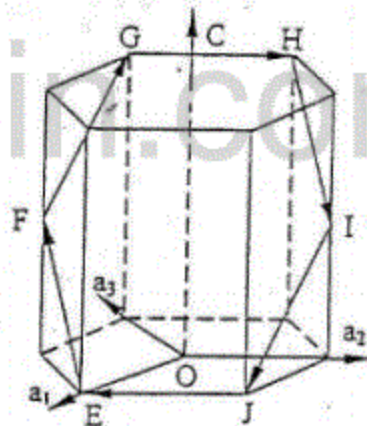

图 2 第一题第 2 题图
2. (10 分) 写出图 2 所示六方晶胞中 EFGHIJE 晶面、EF 晶向、FG 晶向、GH 晶向、JE 晶向的密勒-布拉菲指数。